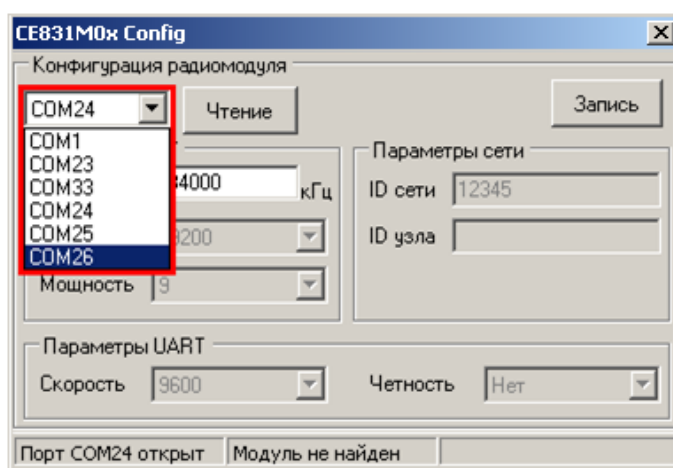

Рисунок 37 – Изменение номера используемого COM-порта
5.3.3.4.9 После выбора нового COM-порта необходимо дождаться сообщения в строке статуса (см. рисунок 37) о том, что открыт именно выбранный COM-порт (ожидание 1-3 сек.).